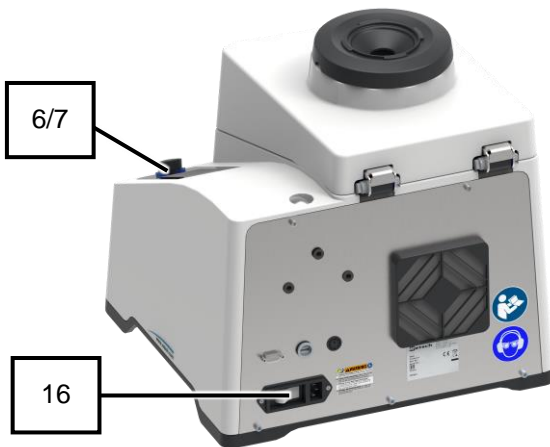

图18：设备背面的主开关
2. 请按下触摸屏(6)上的 ，以解锁设备护罩(2) (图18)。
- 设备护罩(2)已打开，可以进入内腔(10)(图18)。